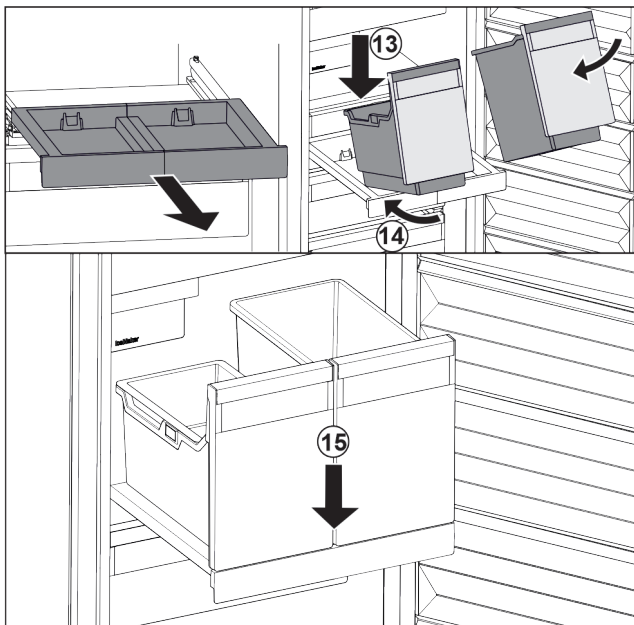

Fig. 90
- ▶ Aseta säiliö vinosti vetotasolle. Fig. 90 (13)
- ▶ Työnnä säiliötä vinosti taaksepäin. Fig. 90 (14)
- ▶ Laske säiliö edestä alas. Fig. 90 (15)